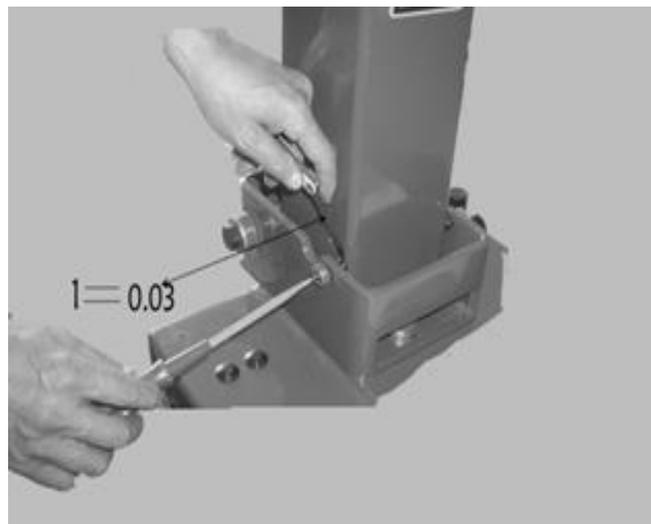

Рис.4-10
4.2.13 Отрегулируйте положение болта по обе стороны стойки: Ослабьте гайки с обеих сторон и отрегулируйте зазор между головкой винта и стенкой стойки, он должен составлять 0.03мм (Рис.4-10) , а затем зафиксируйте гайку.